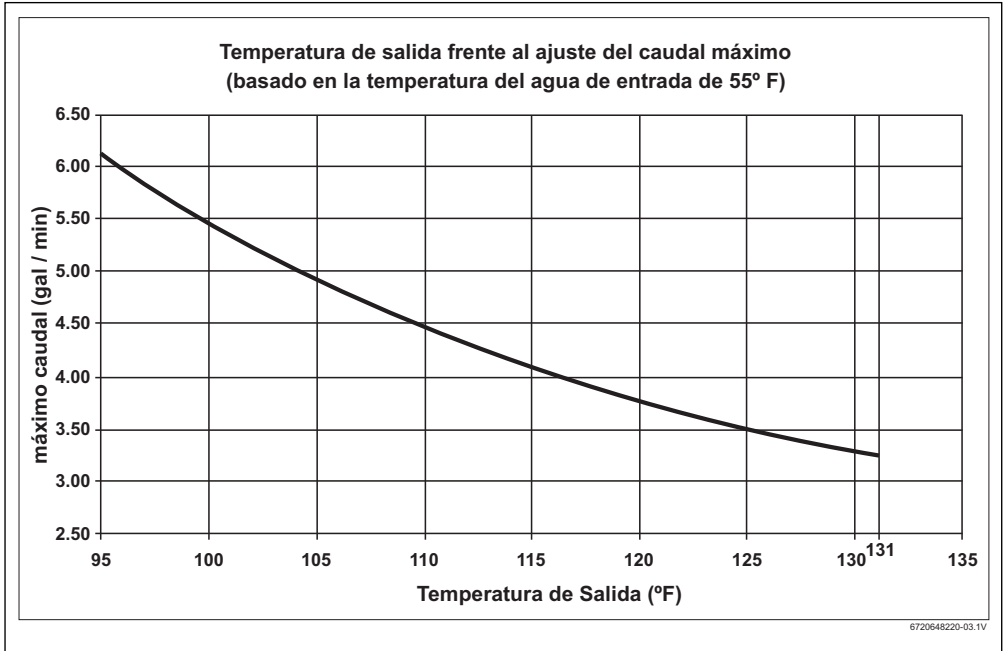

Fig. 8
- ▶ Ajuste la válvula de cierre de salida hasta que el rango de flujo de agua caliente corresponde con el valor en la Fig. 8 siguiente.
Estas cifras se basan en una temperatura de agua de entrada de 55 °F y una alimentación de 240 voltios. Si la temperatura de entrada de agua es inferior a 55 °F, o si la alimentación de voltaje es menor de 240 voltios, entonces la temperatura de salida será inferior a lo que se muestra en la Fig. 8. Si se desea una toma de mayor temperatura de agua, a entonces, reduzca el rango de flujo y / o suministro de la unidad con 240 voltios.
La temperatura del agua de entrada es demasiado fría	Compruebe que el calentador es de tamaño apropiado para su ubicación geográfica. Gire el mando de la temperatura en la parte inferior del agua totalmente en el sentido de las manecillas del reloj para establecer la temperatura máxima. Asegúrese que los rangos de flujo dentro del calentador están dentro de las especificaciones. Consulte la Fig. 8 en la page 13 del manual. Se recomienda el uso de una válvula de aislamiento en la salida de agua caliente para el control de velocidad de flujo.
El control de temperatura de disco está activado demasiado bajo	Ajuste el flujo de agua para mantenerse dentro de las especificaciones del calentador de agua. Vea la Fig. 8 de este manual.
El flujo de agua es demasiado grande	Ajuste el flujo de agua para mantenerse dentro de las especificaciones del calentador de agua. Vea la Fig. 8 de este manual.
Salida de las válvulas de cierre establecidas demasiado bajo	Ajuste la válvula de salida que se suministra con la instalación como se describe a continuación: <ul style="list-style-type: none"> <li>• Abra completamente ambas válvulas de cierre de entrada y salida que se suministran con la instalación en el calentador. (si no hay ninguna instalada, instálelas antes de proceder).</li> <li>• Abra completamente el agua caliente en la llave de agua caliente con más alto flujo a la que le da servicio el calentador (por ejemplo, la bañera).</li> <li>• Cierre lentamente la salida de la válvula de cierre, disminuyendo el caudal de agua hasta que la temperatura en la llave de agua caliente se corresponda con los valores indicados en la Fig. 8 del manual, o se alcance la temperatura deseada del agua.</li> </ul>
Cambio de rango de flujo. Abastecimiento de agua conectado a la salida de la unidad.	Los principales cambios en el rango de flujo puede afectar negativamente la temperatura del agua de salida del calentador. El aumento a partir de una llave principal abierta para varios accesorios funcionando a un mismo tiempo puede hacer que la temperatura fluctúe. Manténgase dentro de las especificaciones del calentador. Vea la Fig. 8.